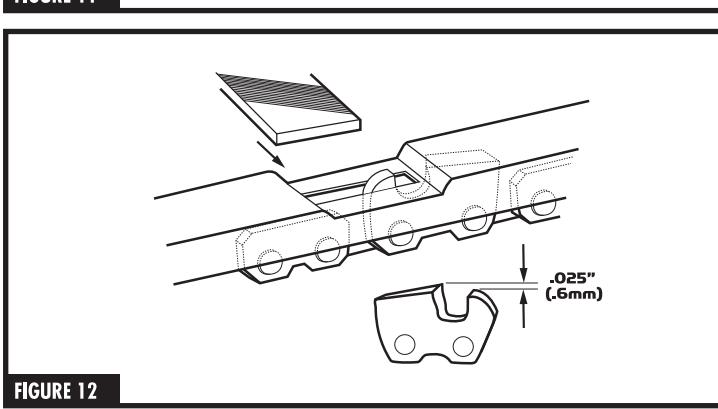

FIGURE 12
2. If the cutter's depth gauge extends above the slot in the depth gauge, file the cutter's depth gauge down until it is level with depth gauge tool. Make sure to keep the round profile on the front of the cutter's depth gauge (Figure 12).
2. Si la jauge de profondeur de la chaîne coupeuse dépasse la fente de la jauge de profondeur, limer le bas de la jauge de profondeur de la chaîne jusqu'à ce qu'elle soit de niveau avec la jauge de profondeur. Veillez à ce que le profil de l'avant de la jauge de profondeur de la chaîne coupeuse reste rond (Figure 12).